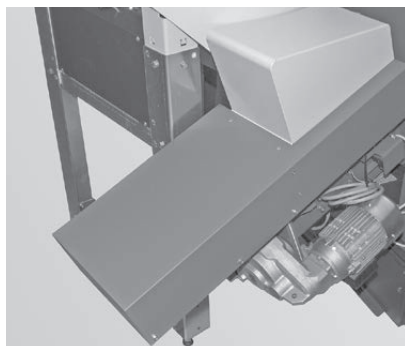

Fig. 191 Abdeckung auf Absperreinheit montieren
- ▶ Rimontare la copertura dell'elemento di chiusura – Fig. 191.